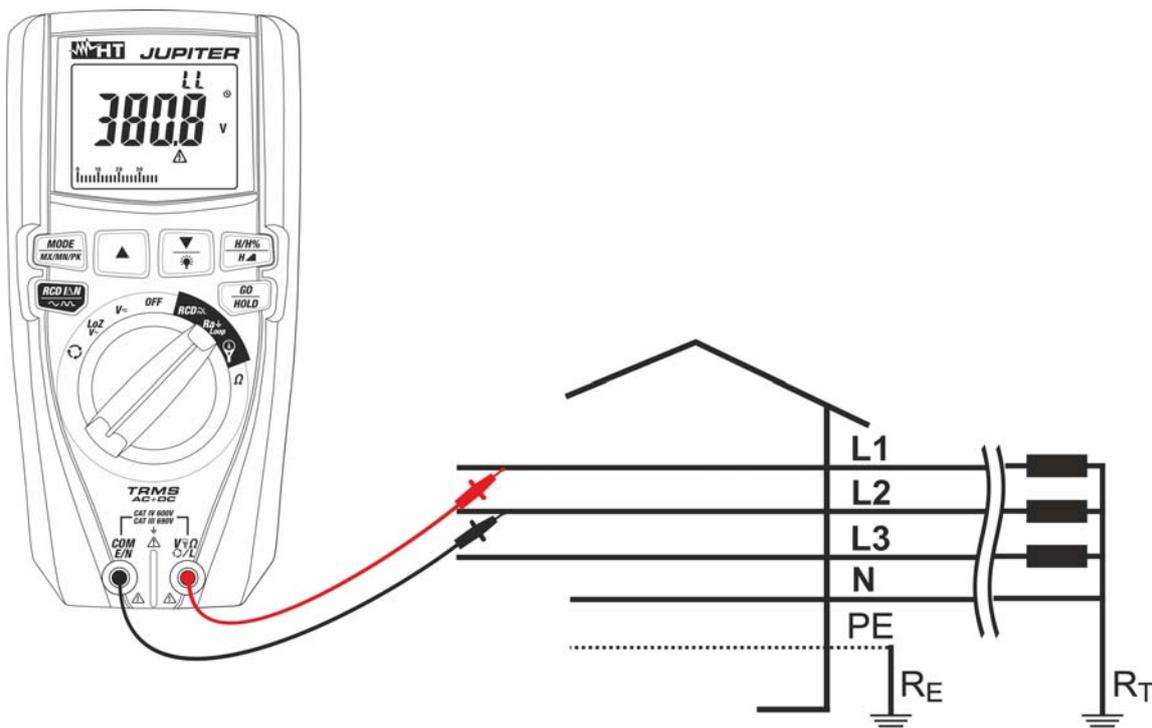

Abb. 27: Verwendung des Geräts zur Messung der Schleifenimpedanz Loop L-L mit Messleitungen
9. Zur Messung der Schleifenimpedanz L-L, falls Messleitungen benutzt werden, verbinden Sie den roten Leiter mit der Eingangsbuchse $V_{\Omega} \text{L}$ und den schwarzen Leiter mit der Eingangsbuchse **COM/E/N**, und verbinden Sie das Gerät mit dem zu messenden Kreis (siehe Abb. 27). Der Spannungswert Phase-Phase erscheint auf dem Display.